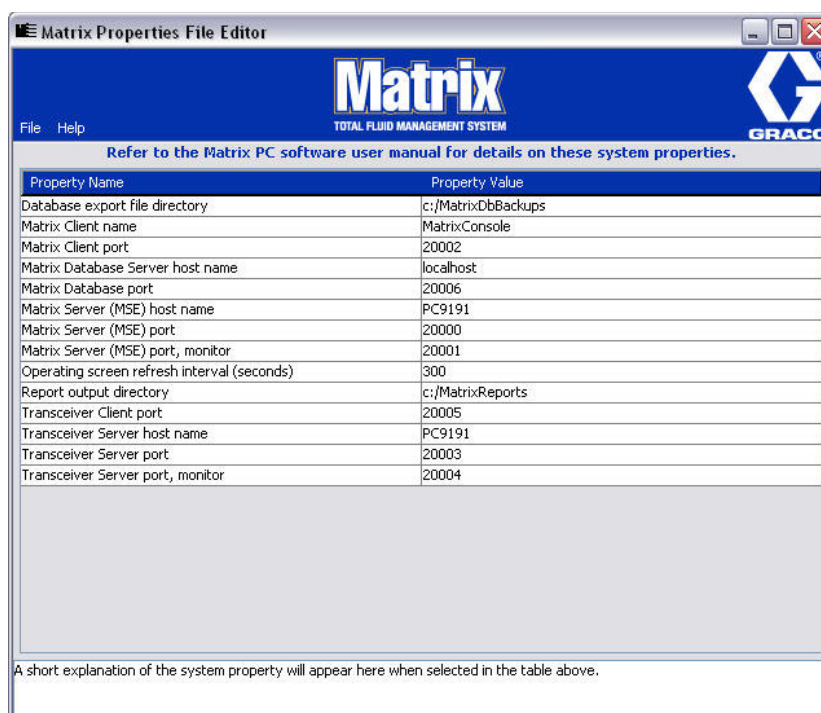

FIG. 23
- El editor aparece en la forma de una lista de dos columnas que contiene las propiedades del sistema: los nombres de las propiedades se ubican a la izquierda y sus valores editables, a la derecha (FIG. 23). Cuando selecciona una propiedad haciendo clic en ella, el panel inferior de la pantalla muestra información básica sobre esa propiedad.